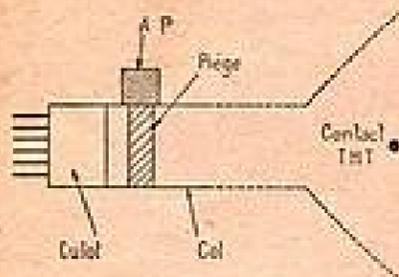

FIG. 1
**C'**EST la mise en place initiale du piège à ions qui s'avère la plus difficile. Disons tout de suite que la polarité magnétique des extrémités de l'aimant du piège, a une influence, sur la position de cet accessoire sur le col du tube. On peut toutefois placer le piège, sans tenir compte des polarités. Si par exemple, dans une position déterminée, l'aimant est à droite du col du tube et si l'on « retourne » le piège, la nouvelle position sera telle que l'aimant se trouvera décalé de 180°, à gauche du col dans notre exemple. Si l'on ne possède pas d'indications du fabricant du tube cathodique, on placera le piège comme le montre la figure 1.